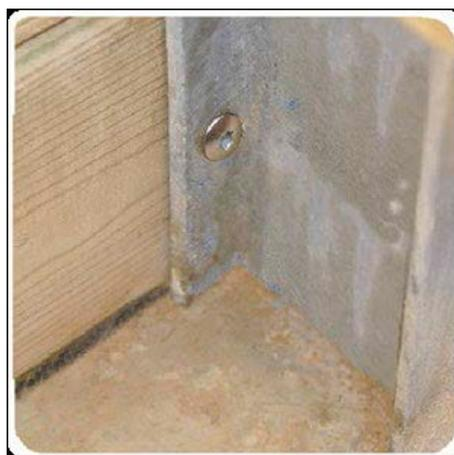

Abbildung 8 – Verschraubung der Bohlen auf den Streben
- auf den 2 Streben (diese sind vorgebohrt, wie in **Abbildung 8** gezeigt) mit 14 Torx-Gewindeschrauben 6 × 30 aus A2-Edelstahl (Beutel C).